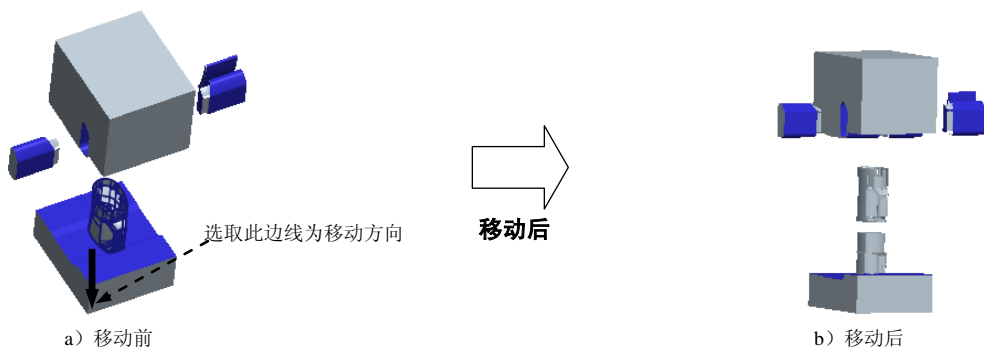

图 17.29 移动浇注件
Step1. 移动铸件。参考 Stage2 的操作方法选取铸件，选取图 17.29 所示的边线为移动方向，输入要移动的距离值-200，选择 **Done (完成)** 命令，完成铸件的开模动作。